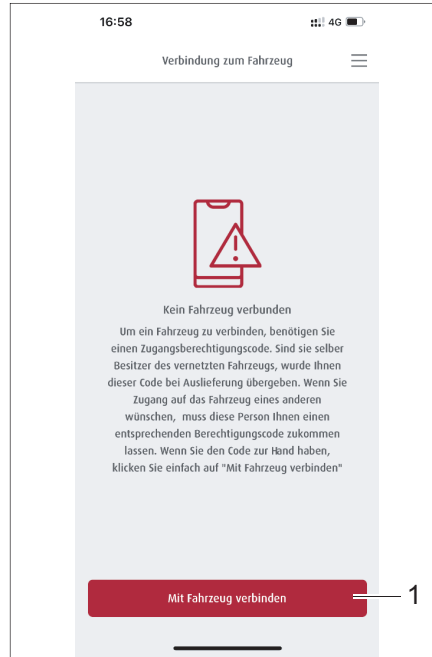
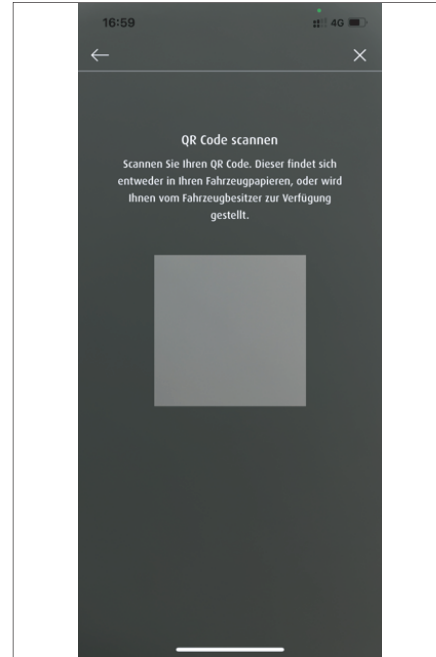

Fig. 275 Conexión al vehículo
Fig. 276 Escanear código QR
- Tocar en la opción *Registro* (Fig. 274,1). Aparece el campo de menú Conexión al vehículo (Fig. 275). Si ya hay vehículos conectados, se mostrarán aquí.
- Presione la opción *Conectarse al vehículo* (Fig. 275,1). Aparece el campo de menú Escanear código QR (Fig. 276).